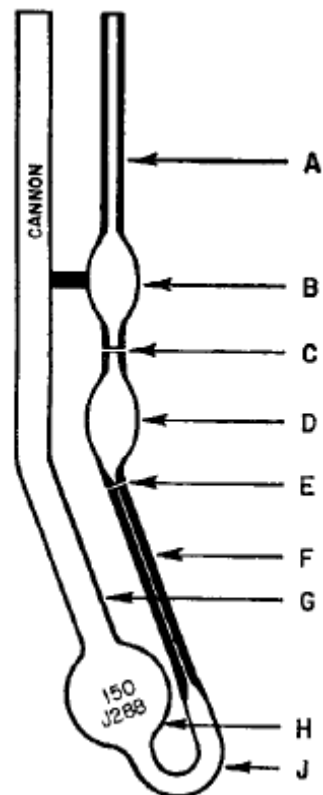

Figura 6: Viscosímetro de Cannon-Fenske para líquidos transparentes
- Llenado del viscosímetro: (ver figura 6). Invertir el instrumento y aplicar succión sobre la rama **G** del viscosímetro, sumergiendo la rama **A** en la muestra líquida. Enrasar el nivel de líquido sobre la marca **E**. Tapar la rama **A** y volver el viscosímetro a su posición normal vertical.
- Medición del flujo: (ver figura 6). Ubicar el viscosímetro sobre el soporte e insertarlo en el baño de temperatura constante. Asegurar que se encuentre en posición vertical mediante una pequeña plomada. Una vez hecho esto, dejar que la temperatura se estabilice durante 10 minutos. Aplicar succión sobre la rama **A** y enrasar el nivel de líquido sobre la marca **C**. Medir el tiempo de efusión necesario para que el líquido fluya libremente desde la marca **C** a la marca **E**.